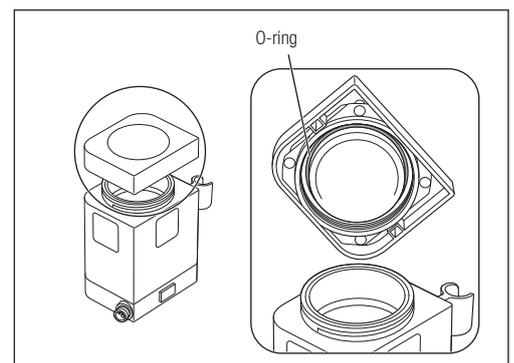

Fig. 49
- 2) Rimuovere l'O-ring dall'interno del coperchio con un ago, ecc. (Fig. 49).